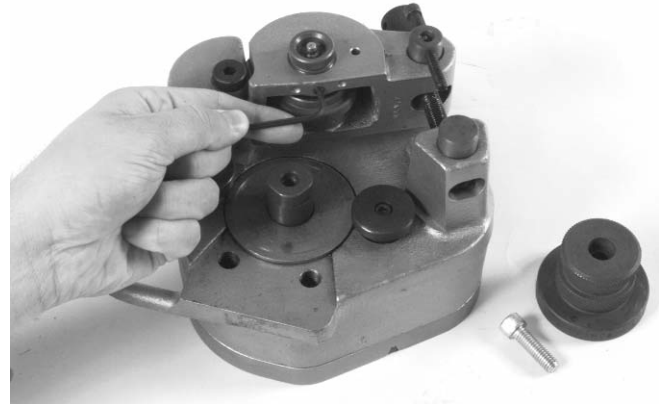

Figure 9 – Desserrage de la vis de blocage de la barre d'appui
- A l'aide d'une clé Allen de 1/8 po, desserrez la vis de blocage de la barre d'appui et retirez le galet de rainurage de son axe (*Figure 9*).